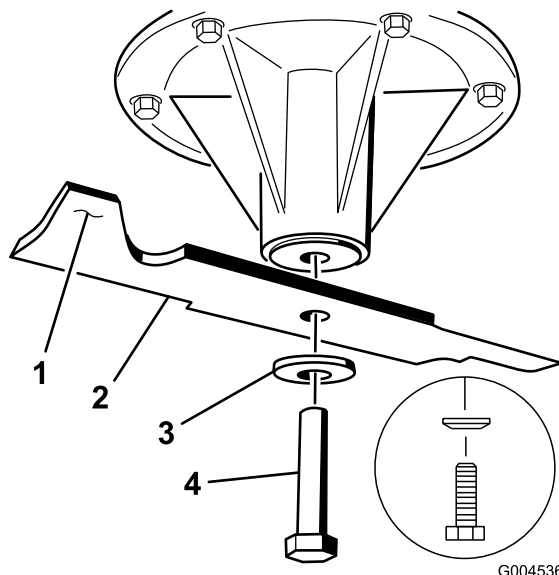

Figure 100
2. Enlevez de l'axe, le boulon, la rondelle bombée et la lame (Figure 100).